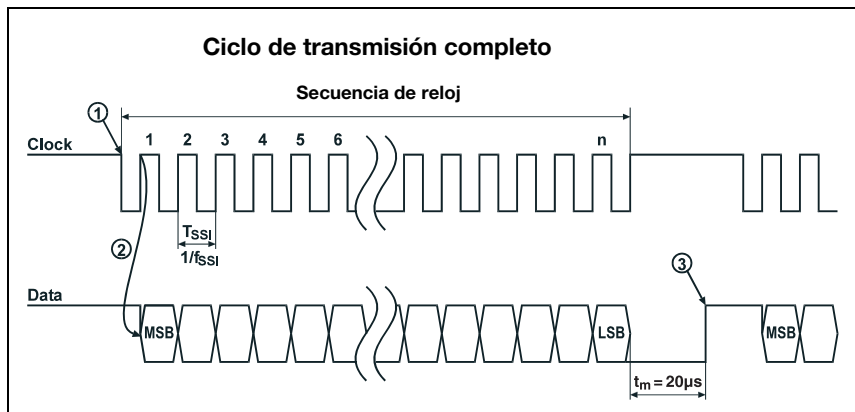

Figura 9.1: Diagrama de flujo de transmisión de datos SSI
En estado de reposo tanto la línea de reloj como la línea de datos están en nivel HIGH. En el primer flanco HIGH-LOW (punto ① en figura 9.1) se almacenan datos en la ficha interna. Gracias a ello se asegura que los datos no se alteren durante la transmisión en serie.
Con el siguiente cambio de la señal de reloj de nivel LOW a HIGH (punto ② en figura 9.1) comienza la transmisión del valor de posición con el bit de mayor valor (MSB). Con cada cambio de señal de reloj de nivel LOW a HIGH se introduce el siguiente bit de menor valor a la línea de datos. Después de que el bit de menor valor (LSB) haya sido emitido, la línea de datos cambia a nivel LOW (final de transmisión) con el último cambio de LOW a HIGH de la señal de reloj.
Un monoflop conmutado por la señal de reloj determina cuanto tiempo debe transcurrir para que la interfaz SSI pueda ser utilizada para la siguiente transmisión. Esto determina el tiempo mínimo de pausa entre dos secuencias de reloj consecutivas. Después de transcurrir el tiempo $t_m = 20\mu s$, se pone nuevamente la línea de datos al nivel de reposo (HIGH) (punto ③ en figura 9.1). Esto señala que el intercambio de datos ha finalizado por completo y se ha recuperado la disponibilidad para la transmisión.